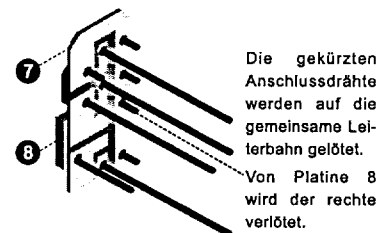

Abb. 5
- 6.** Die gekürzten Anschlüsse mit der sie verbindenden Leiterbahn (siehe Abb.5) verlöten. Sorgfältig und nur kurz löten. Es dürfen keine Verbindungen zwischen den einzelnen Leiterbahnen entstehen. Mit der schon fertig mit LED bestückten Platine (8) gleich verfahren. Auf die Lage der Platine beim Einsetzen achten: die durchgehende Leiterbahn muß sich, von vorne betrachtet, rechts befinden. Hier ist